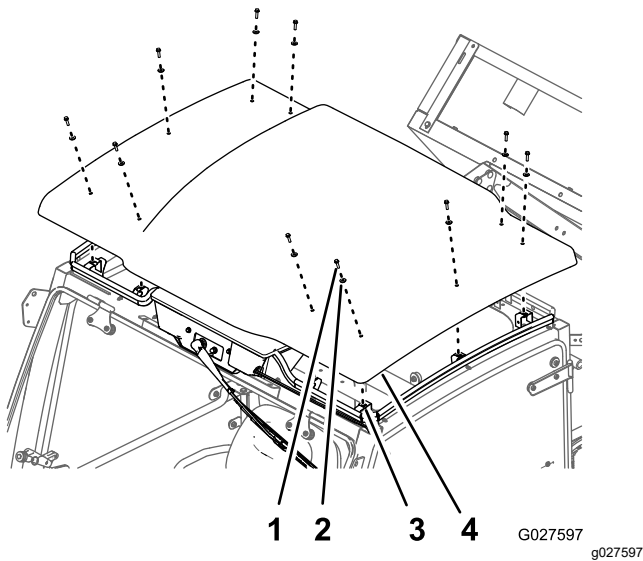

Bild 33
1. Entfernen Sie die zehn Schrauben ($\frac{1}{4}$ " x 1") und zehn Dichtungsscheiben ($\frac{1}{4}$ "), mit denen die Dachplatte an den Dachstützhalterungen der Kabine befestigt ist (Bild 33).